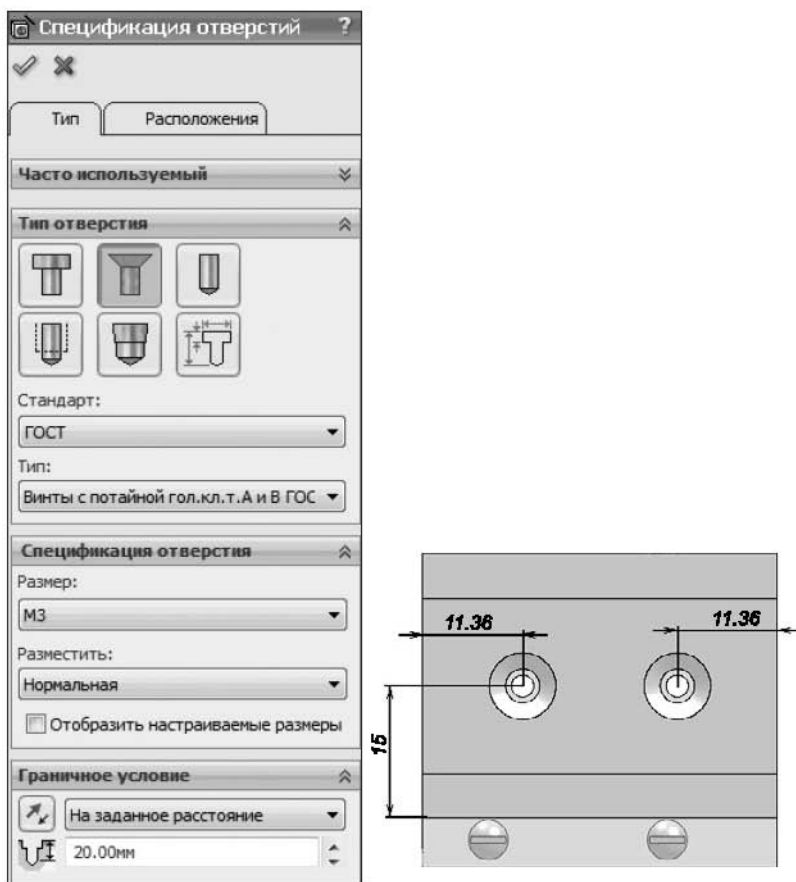

Рис. 6.76. Выбор типа, параметров и расположения отверстий
15. Выберите команду Сборка ▶ Элементы сборки ▶ Отверстие под крепеж , создайте два отверстия в ручке, а второе (глубиной **20 мм**) — в передней панели (рис. 6.76).